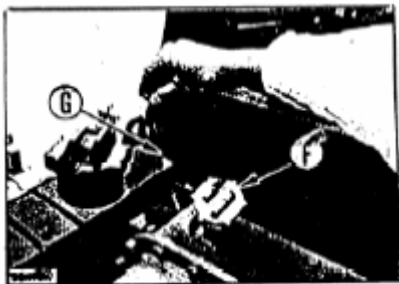

Рисунок 2-6
7. Проверьте уровень масла в корпусе рулевой муфты (включая корпуса трансмиссии и преобразователя момента) (см. рисунок 2-6). Используйте щуп G для проверки уровня масла. В случае необходимости добавьте масло через сетчатый фильтр (F).